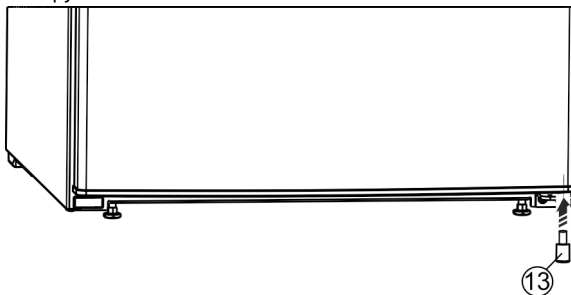

Fig. 26 *
- ▶ Vendosni përsëri në vend pjesën distancuese Fig. 26 [13] djathtas poshtë në derë, sepse është e rëndësishme për qëndrueshmërinë e pajisjes.*